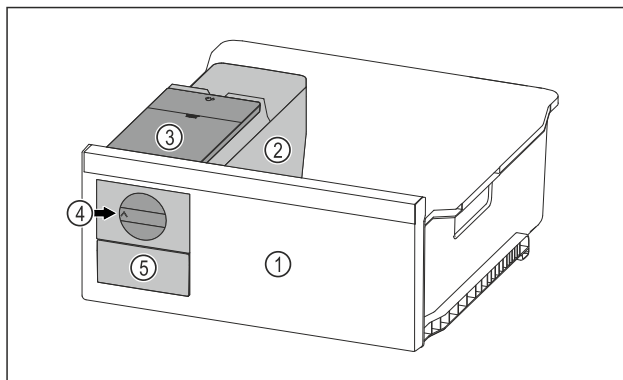

Fig. 97 Reprezentare exemplificatoare
- ▶ Rotiți butonul rotativ Fig. 97 (4) în sens orar până la opritor.
- ▷ Cuburi de gheață cad din tava pentru cuburi de gheață în sertarul pentru cuburi de gheață Fig. 97 (5).